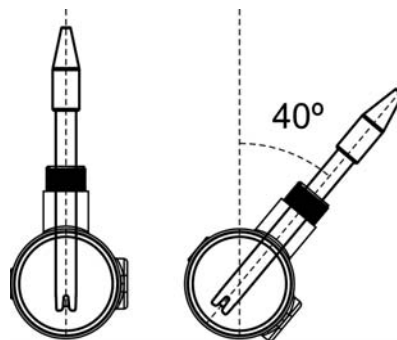

Fig. 13
4. **Installare sempre la sonda di pH in posizione verticale o con un'inclinazione massima di 40° (Fig. 13).**